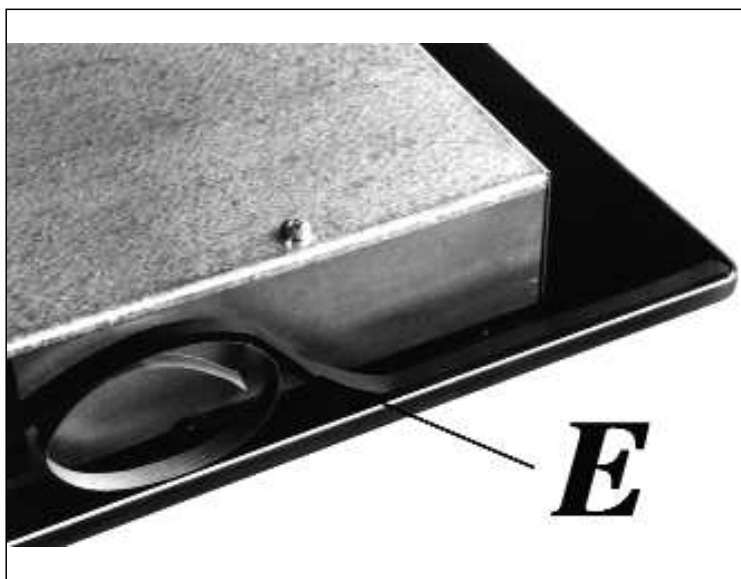

Рис. 9: Всі моделі
- переверніть варильну поверхню і правильно розташуйте ущільнювач "E" (рис.9) по краю поверхні таким чином, щоб зовнішня сторона ущільнювача точно збігалася із зовнішнім краєм робочої поверхні. Краї смужок мають збігатися, не виступаючи одна за одну.
- переверніть варильну поверхню і правильно розташуйте ущільнювач "Е" (рис. 9) по краю поверхні таким чином, щоб зовнішній бік ущільнювача точно збігався із зовнішнім краєм робочої поверхні. Краї смужок повинні збігатися, не виступаючи одна за одну.